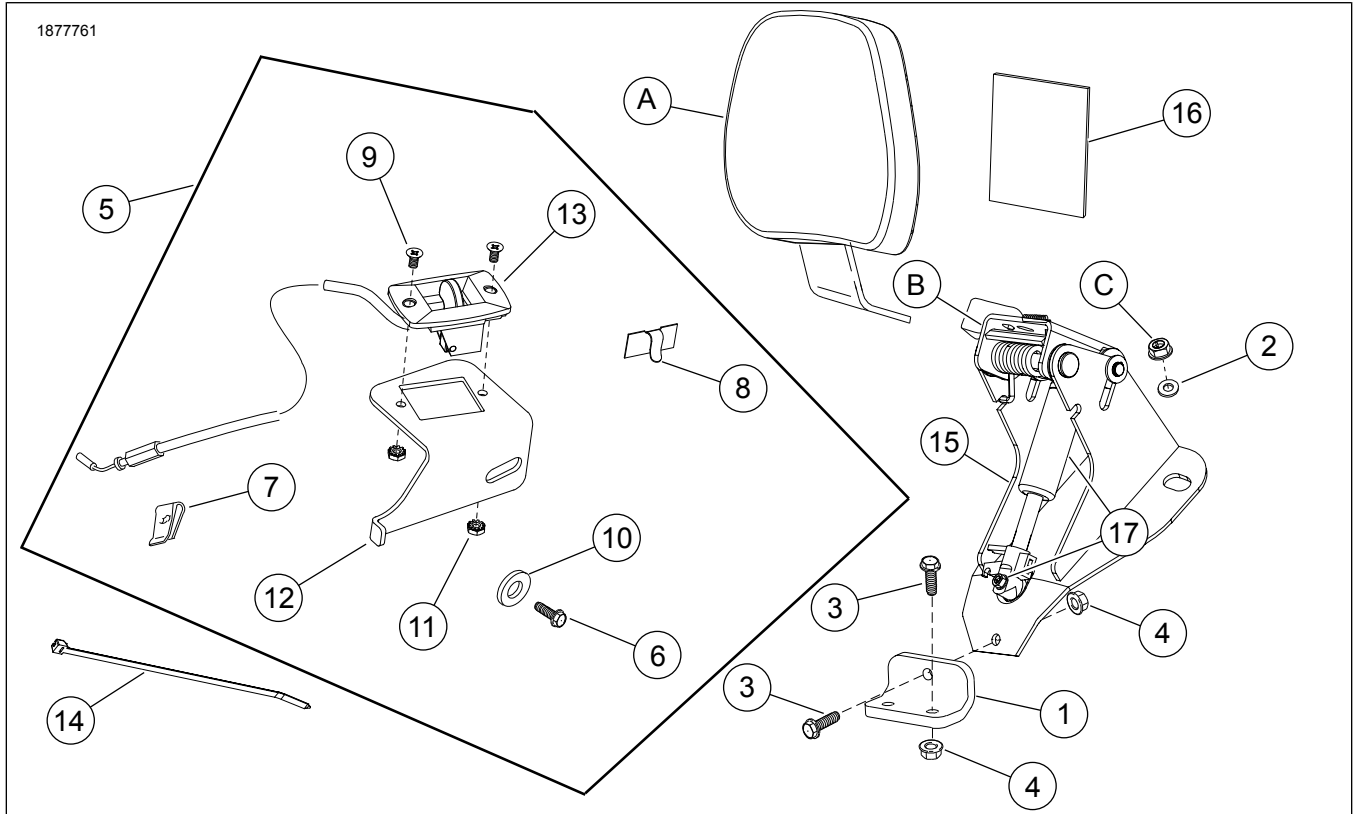

図1。キット内容:FLアジャスタブルライダーバックレストマウントハードウェアキット
9. 「図1」を参照。ケーブル付きアクチュエーターハンドル(13)をアクチュエーターハンドルブラケット(12)に、取り付け後、ケーブルが下を向くように取り付けます。